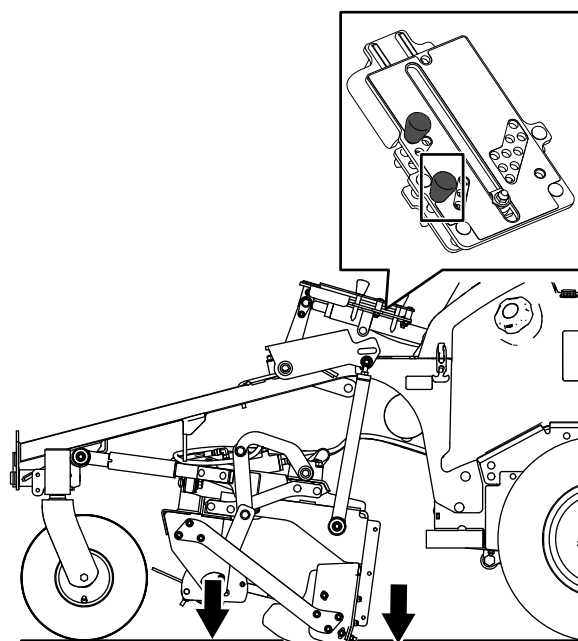

Figure 47
- Trou de butée au niveau ou au-dessous du niveau du sol de l'accessoire (Figure 47)